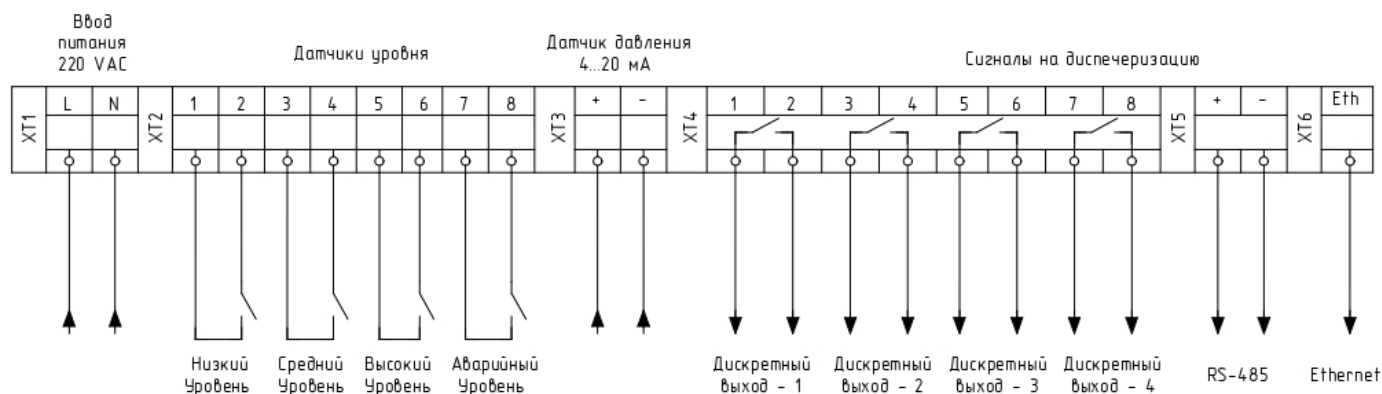

Рисунок 3. Схема подключений ШКУУ
3.2.10 Схема внешних подключений приведена на Рис. 3.